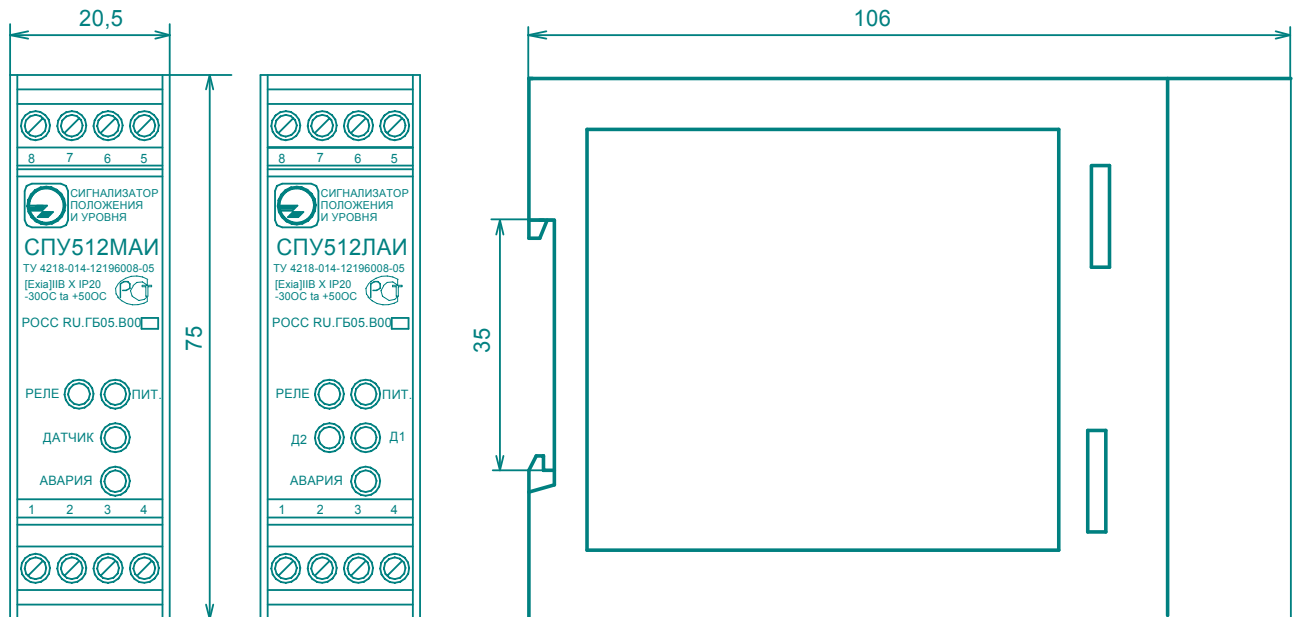

Рисунок 11 – Внешний вид, габаритные и установочные размеры вторичного преобразователя.
3.2.1 Вторичный преобразователь (рисунок 11) представляет собой моноблочную конструкцию и предназначен для установки на DIN-рейку шириной 35 мм. На передней панели расположены индикаторы питания «ПИТ.», состояния